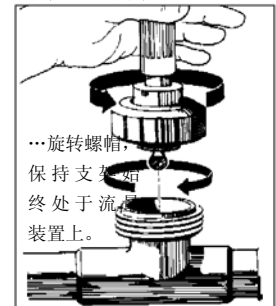

图 7
8. 轻轻地将传感器安装在流量装置的传感器机架上。确保传感器被牢固地固定在机架上。（图 7）。